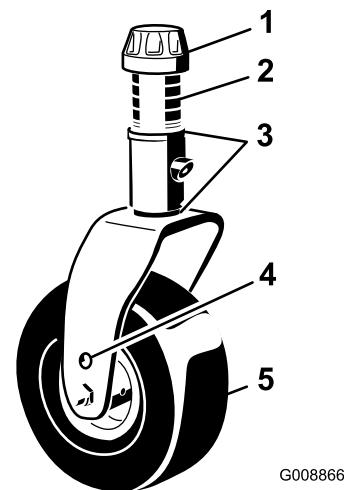
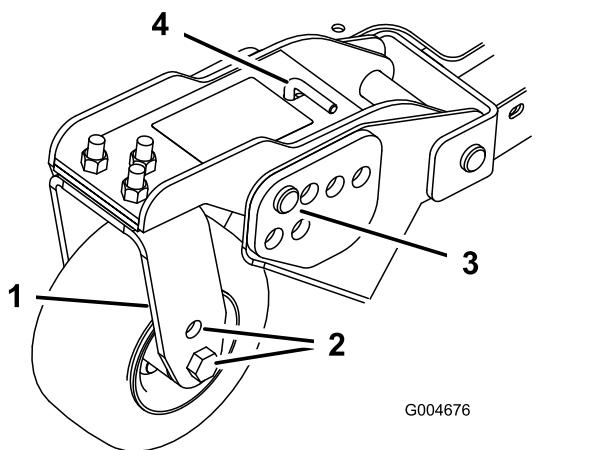

Bild 21
Bild 23
1. Stecken Sie die Laufradachsen in allen Laufradgabeln in die gleichen Löcher (Bild 21 und Bild 23).
2. Entfernen Sie die Spannkappe von der Spindelwelle und ziehen die Spindel aus dem Laufradarm heraus (Bild 21).